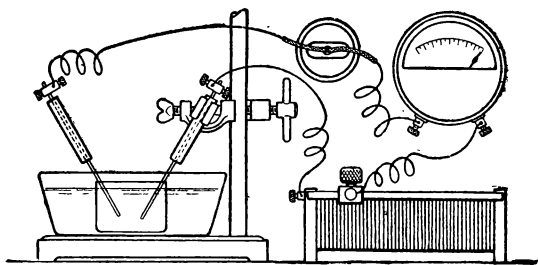

Рис. 133. Распыление металла в вольтовой дуге.
3. Многие металлы можно получить в виде коллоидных растворов по методу *электрического распыления*. Для этого две проволоки из распыляемого металла (рис. 133), соединённые с источником электрического тока, сближают так, чтобы между концами проволок образовалась под водой *вольтова дуга*.